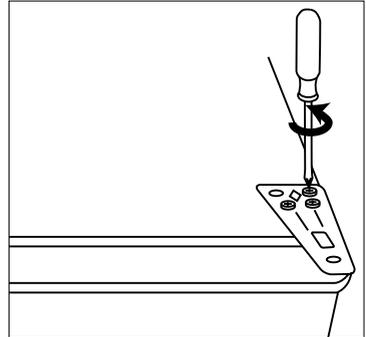

Abb. 8
- ▶ Lösen Sie die drei Schrauben des oberen Türscharniers (1) mit einem Kreuzschlitzschraubendreher oder einem 8er-Schraubenschlüssel und entfernen Sie es (siehe **Abb. 8**).